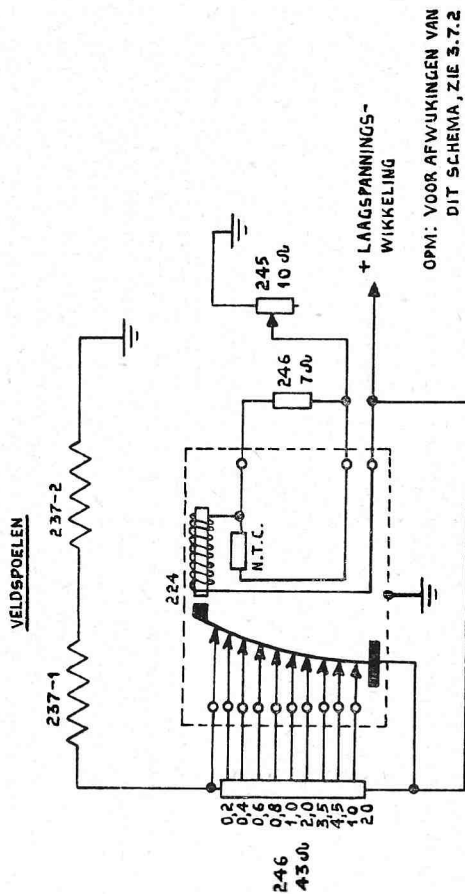

Fig. 54. GN-58 regulator-schakeling
3.6.4 Regulatorschakeling (zie fig. 54)
- e. *- De electromagnetische regulator 224 is in werkelijkheid anders uitgevoerd dan in de fig. 54 schematisch is weergegeven. Het geheel is ondergebracht in een afgeschermd bus die in haar geheel als contacten-eenheid op een veelpolig aansluitblokje wordt geplaatst. Als de instelling van de relaiscontacten niet meer juist is, mag men niet trachten deze zelf bij te stellen.